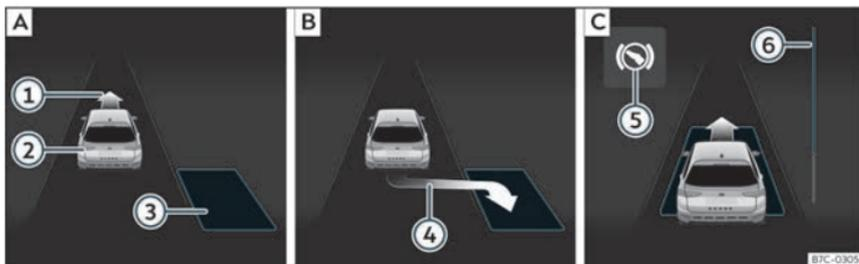
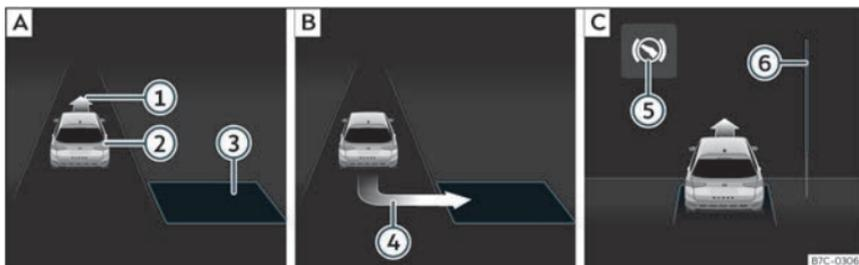

Fig. 180 Sur l'écran du combiné d'instruments : stationner en créneau. [A] Chercher une place de stationnement. [B] Position de stationnement. [C] Manœuvrer.
Fig. 181 Sur l'écran du combiné d'instruments : stationner en bataille. [A] Chercher une place de stationnement. [B] Position de stationnement. [C] Manœuvrer.
recte pour stationner» **fig. 180** [B] ou» **fig. 181** [B] a été atteinte. La place sera considérée comme « appropriée » si l'indication de stationnement ④ apparaît à l'écran du combiné d'instruments.
- Reculez jusqu'à ce que retentisse le signal continu du ParkPilot ; **OU** : reculez jusqu'à ce que l'indication de passer en marche avant >>> **fig. 180** [C] ou >>> **fig. 181** [C] apparaisse à l'écran du combiné d'instruments ; **OU** : re-culez jusqu'à ce que le message **Park As-sist terminé** apparaisse à l'écran du combiné d'instruments. La barre de progression ⑥ indique la distance à parcourir >>> pa-ge 286.
en marche arrière jusqu'à ce qu'il soit centré sur la place >>> **fig. 180** [C] ou >>> **fig. 181** [C].
>>> **fig. 180** ⑥ et >>> **fig. 181** ⑥ affiche sym-boliquement la distance relative qu'il reste à parcourir à l'écran du combiné d'instru-ments. Plus la distance est grande, plus la barre de progression est remplie. En circu-lant en marche avant, le contenu de la barre de progression diminue vers le haut, et en circulant en marche arrière, il diminue vers le bas.